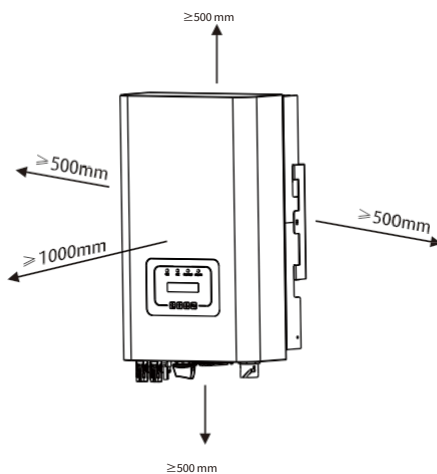

Abb. 4.3 Einbaubestand
- Wenn Sie mehr als einen Wechselrichter installieren, muss zwischen jedem Wechselrichter ein Abstand von mindestens 500 mm eingehalten werden. Auch zwei benachbarte Wechselrichter müssen mindestens 500 mm voneinander entfernt sein. Der Wechselrichter muss an einem Ort installiert werden, an dem Kinder ihn nicht berühren können. Siehe Abbildung 4.3.